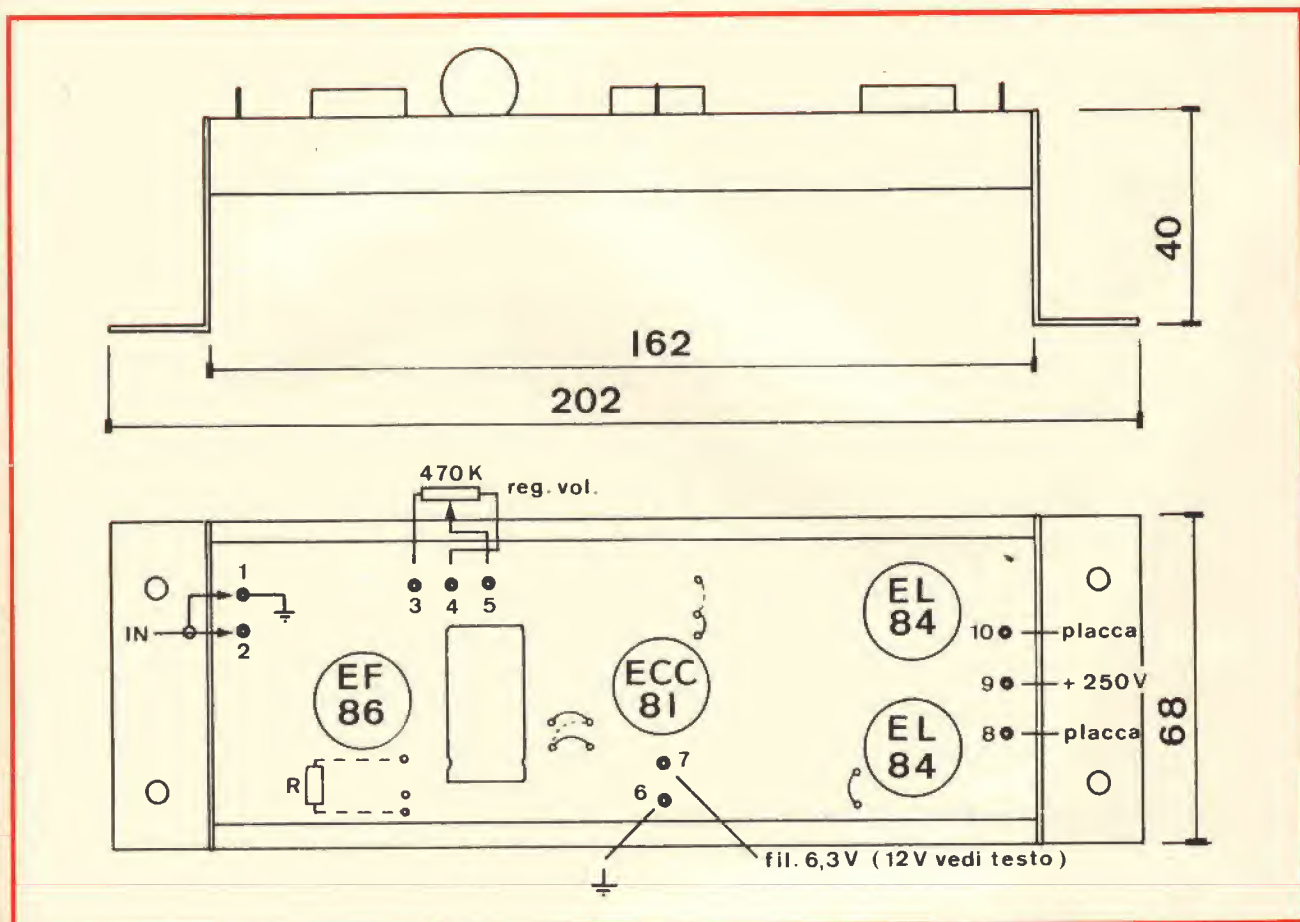

Fig. 9 - Disposizione dei componenti ed ingombro del telaio AA12.
- Si eliminano i quattro ponticelli esistenti (vedi fig. 9).